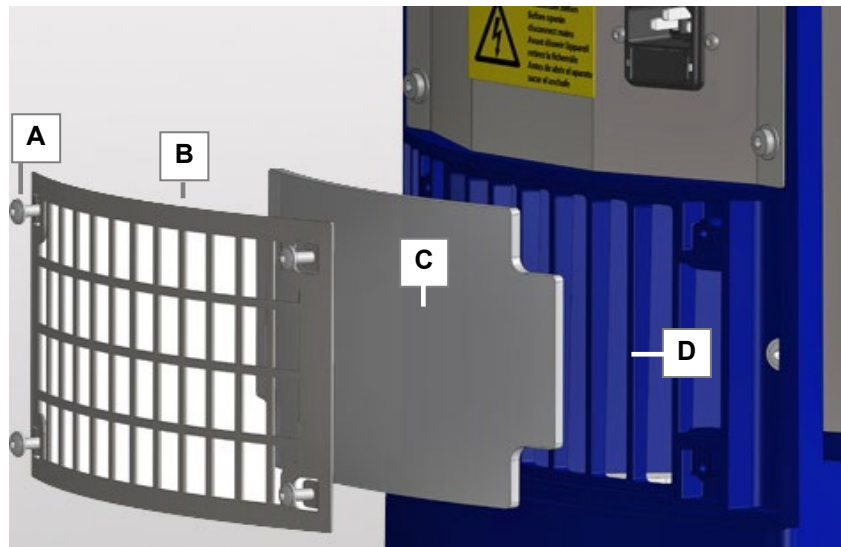

Abb. 8.3.2 Filtermatte wechseln
1. Öffnen Sie die 4 Inbusschrauben mit einem 2,5 mm Inbus-Schlüssel (*Bild 8.3.2.*).